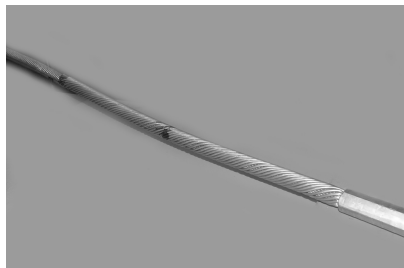

Рис.1. Выравнивающий повив на проводе АС 300/39,
4.1. Монтаж выравнивающего повива (см. рис.1)